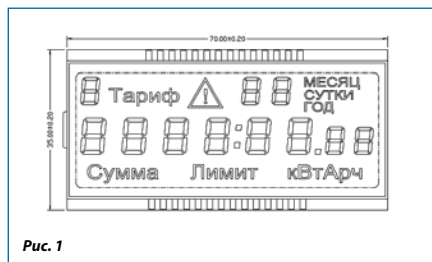

Рис. 1
- сегментные индикаторы — в видимой области расположены группы семисегментных «восьмерок», специальных символов (пиктограмм) и пр. (рис. 1, 2). Информация отображается путем включения необходимых сегментов и их групп;
В видимой области сегментных индикаторов расположены группы сегментов (например, группы семисегментных «восьмерок»), специальных символов (пиктограммы) и пр. (рис. 1, 2). Количество сегментов, как правило, не превышает 200–300. В зависимости от количества сегментов и возможностей